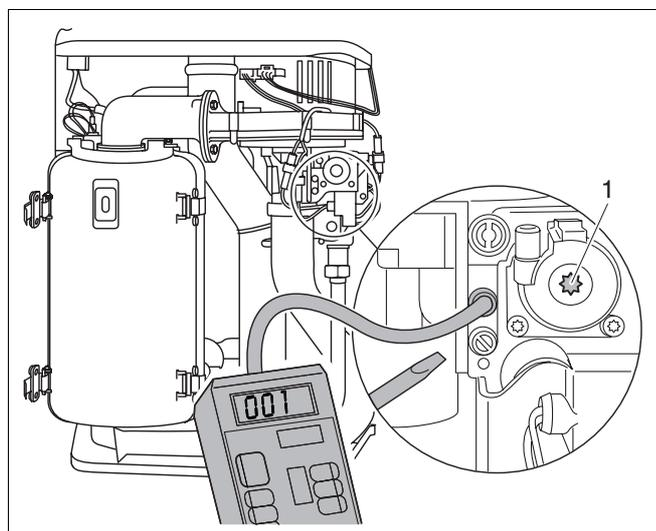

Fig. 26 Controllare il rapporto gas /aria
- Allentare di un giro la vite di chiusura del nippel di prova per la misurazione della pressione del bruciatore (fig. 26).
- Collegare il raccordo positivo dell'apparecchio per la misurazione della pressione tramite un tubo al nippel di prova per la misurazione della pressione del bruciatore (fig. 26).
- In caso di differenze, procedere ad una nuova regolazione del rapporto gas/aria mediante la vite di regolazione (fig. 26, pos. 1).